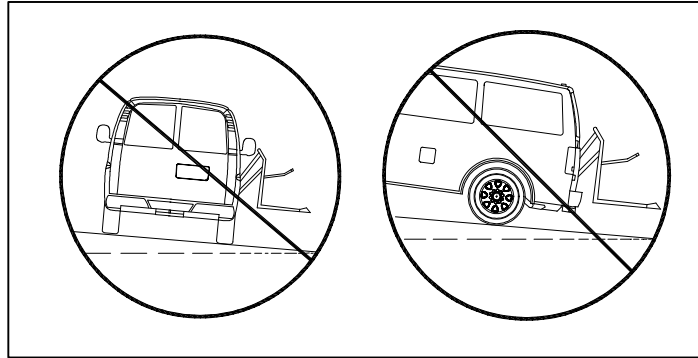

FIGURA 1: INCLINACIÓN PELIGROSA DEL VEHICULO
- Vea la Figura 1. Es peligroso usar el elevador cuando el vehículo se encuentra estacionado sobre una superficie en declive. Siempre accione el elevador cuando el vehículo esté estacionado sobre una superficie horizontal.